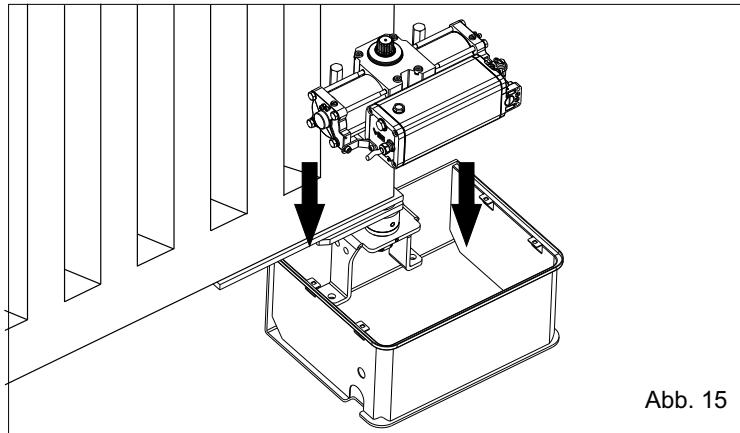
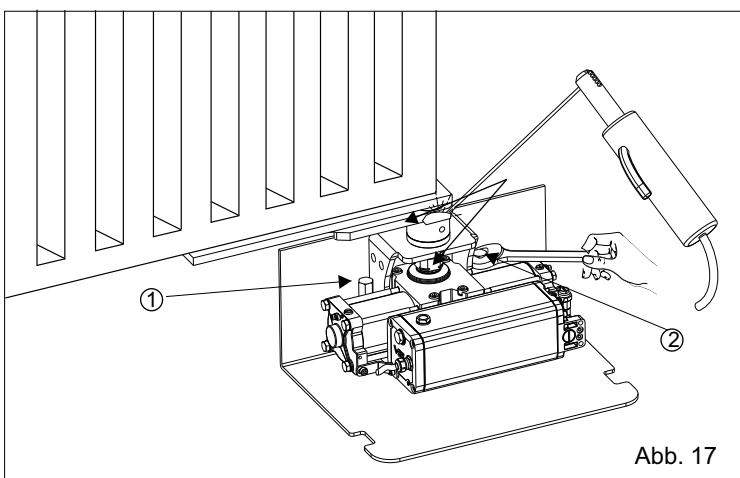

Abb. 15
Abb. 17
4.1. Den Antrieb manuell in das tragende Gehäuse einsetzen (Abb. 15), die Keilwelle des Antriebs in die Keilbuchse des Gehäuses einführen und den Antrieb mit den dafür vorgesehenen Schrauben wie in Abb. 17 befestigen.